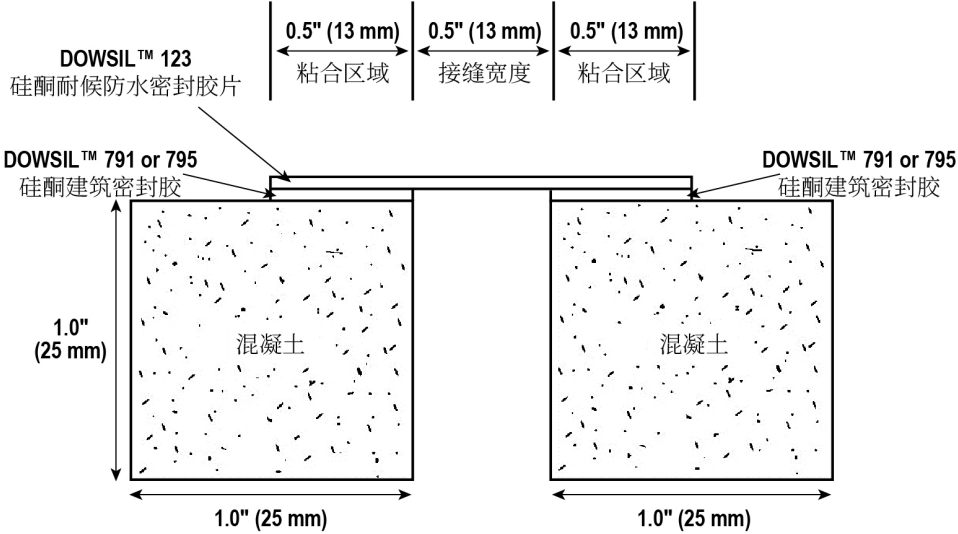

图 1: 对 ASTM C 1135 和 C 1523 采用 1 1/2 英寸 (38 毫米) 宽 DOWSIL™ 123 硅酮耐候防水密封胶片进行的典型性能的测试的接缝配置。
2. ASTM C 1135 和 C 1523 使用了图 1 中所示的接缝配置